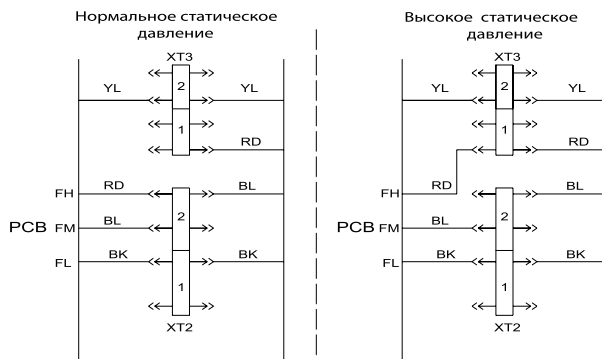

Рис. 10.3 Схема переключения для моделей FGR 5H/A-C, FGR7, 5H/C
- Для повышения статического давления необходимо переключить соединительные провода на панели подключения во внутреннем блоке в соответствии со схемами рис. 10.3 и 10.4.